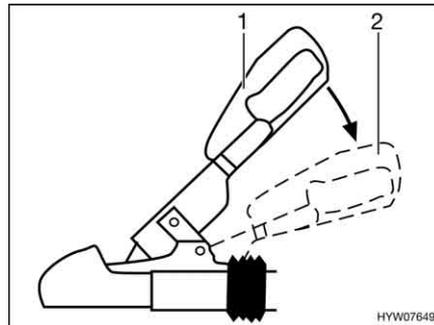

Fig. 193 Maniglia di stabilizzazione
- Attivare il dispositivo di stabilizzazione. A tal fine, premere la maniglia del gancio dalla posizione chiusa (Fig. 193,1) verso il basso (Fig. 193,2) fino all'arresto.